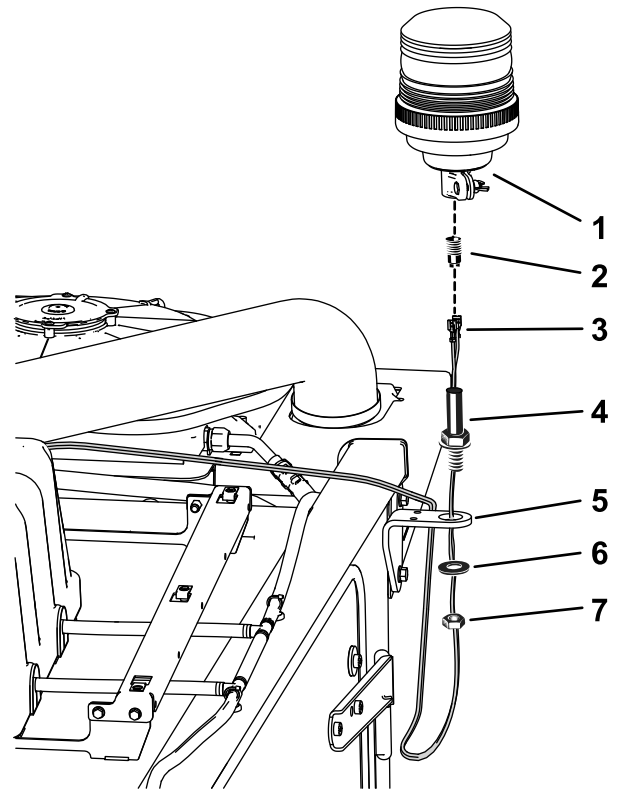

Bild 6
- Befestigen Sie die Halterung der Rundumleuchte an der Kabine (Bild 6).
Hinweis: Der Anschluss der Rundumleuchte kann zum Verbinden aus der Rundumleuchtenfassung herausgeschraubt werden (Bild 6).
- Flachstecker der Rundumleuchte (2)
- Bringen Sie die Rundumleuchte an der Halterung an, wie in Bild 6 dargestellt.